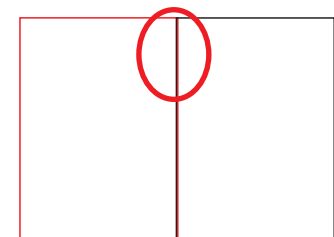

Abb. 4
**Es dürfen keine „Doppellinien“ vorhanden sein**, wie Sie z.B. durch das Aneinanderfügen von Rechtecken entstehen. Ebenso dürfen keine Linien durch andere Linien abgedeckt werden, indem z.B. eine Schneidelinie über eine Rill-Linie gelegt wird. (Abb.4)